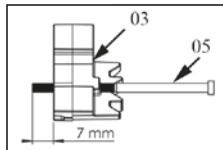
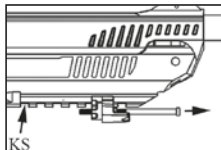
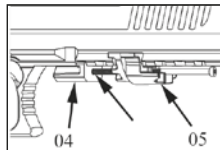
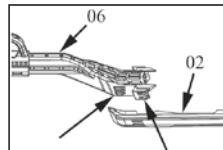

Figura 8
Figura 9
Figura 10
Figura 11
Al tener en cuenta la dirección del tornillo no. 05, al final del tornillo saldrá 7-8mm de la coladera no. 03 como se muestra en la (Figura 8). Como se muestra en la (Figura 9), picantiny parte inferior de la pistola se introduce en el tamiz no. 03 como se ha preparado en la (Figura 8). Las instrucciones también deben ser considerados en este procedimiento. La cabeza del tornillo debe estar en la dirección del tiro de la pistola. Como se muestra en la (Figura 10), el tornillo no. 05, que se inserta en parte no. 03, que debe incluirse en el orificio de la parte no. 04. Se debe insertarse en el último canal picantiny (Figura 9) (KS). De lo contrario, el conjunto sería un fracaso. (Figura 10) Como se muestra en la (Figura 11), los canales cónicos del brazo no. 06 se muestra con una flecha debe conectarse con los canales de brazo lateral no. 02 de enclavamiento.